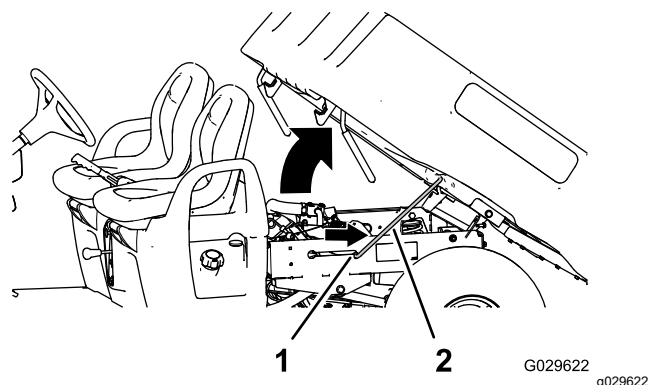

Figura 14
2. Empurre a barra de apoio para a ranhura do entalhe para prender a plataforma (Figura 14).
2. Retire a barra de apoio da ranhura de bloqueio (Figura 14).
3. Desça a plataforma até prender em segurança (Figura 14).